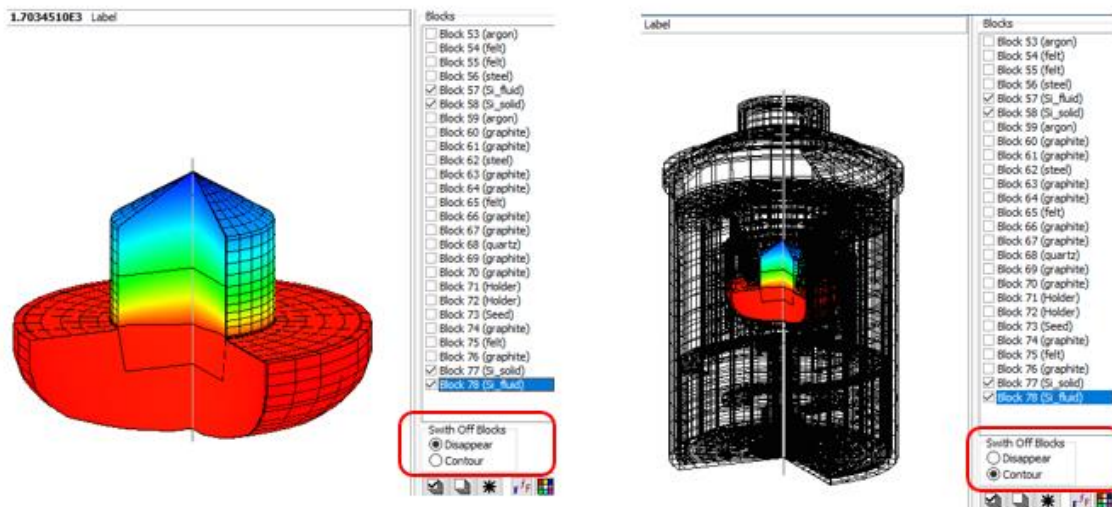

図 30. View3D 画面 (個別ブロック表示)
- View3D の改良 (個別ブロック表示の改良) (図 30)